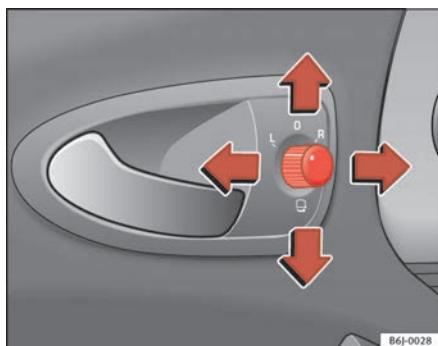

Abb. 64 Drehknopf für Außenspiegeleinstellung
1. Drehen Sie den Drehknopf ⇒ Abb. 64 in Stellung **L** (linker Außenspiegel).
- Drehen Sie den Drehknopf ⇒ Abb. 64 in Stellung , um die Außenspiegel anzuklappen. Sie sollten die Außenspiegel immer anklappen, wenn Sie eine automatische Waschanlage durchfahren, um Beschädigungen zu vermeiden.